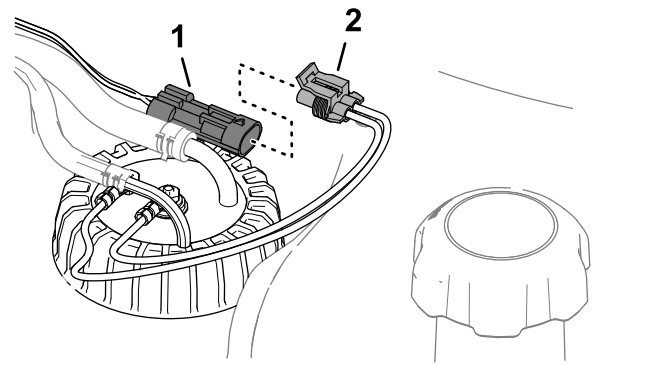

Figura 123
3. Retire el conector hembra de 2 vías del arnés del sensor de combustible del conector de 2 pines del arnés de cables de la máquina (Figura 123).